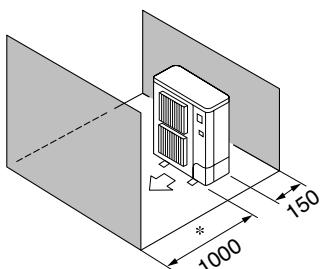

Fig. 2-6
⑤ Solo ostacoli anteriori e posteriori (Fig. 2-6)